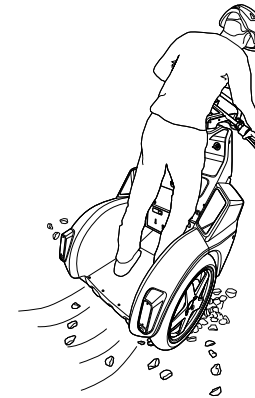

Abbildung 21: Meiden Sie Oberflächen mit geringer Bodenhaftung
- Vermeiden Sie das Fahren auf rutschigen Oberflächen mit geringer Bodenhaftung wie Schnee, Eis, feuchten Böden, feuchtem Gras oder anderen Oberflächen, die zum Verlust von Bodenhaftung führen können (**Abbildung 21**).